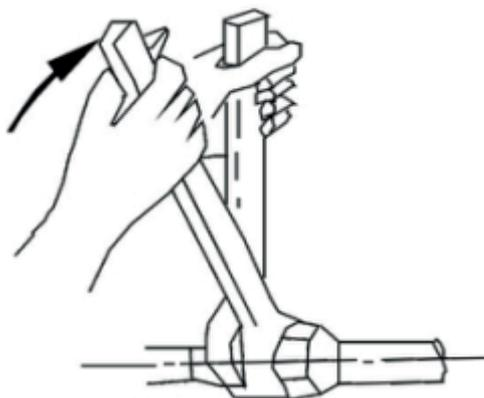

Figura 6
- Nel collegare i tubi di ingresso e di uscita dell'acqua, utilizzare due chiavi per regolare le due parti dei tubi e verificare che i tubi di ingresso e di uscita dell'acqua non si attorciglino (vedi la Figura 6).